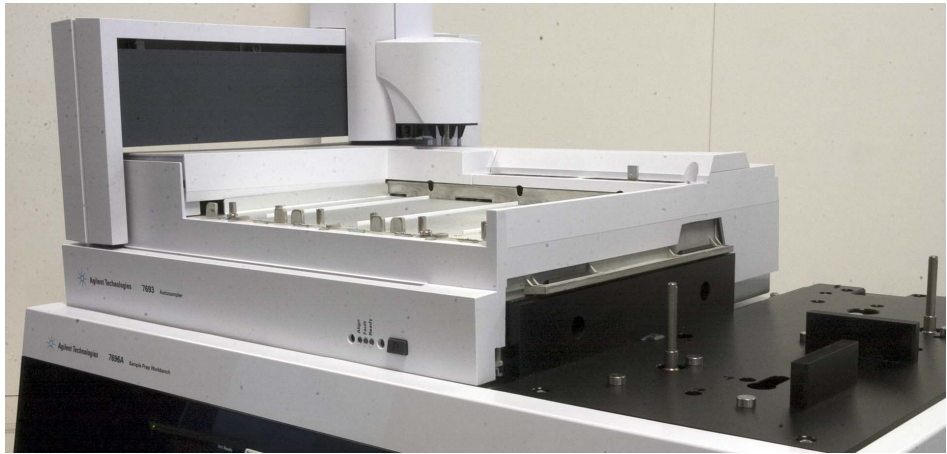

Abb. 13 Flacher Sitz des Probentellers auf der Grundplattenbasis
- 2 Achten Sie darauf, dass der Probenteller flach auf der Grundplattenbasis sitzt (Abb. 13).